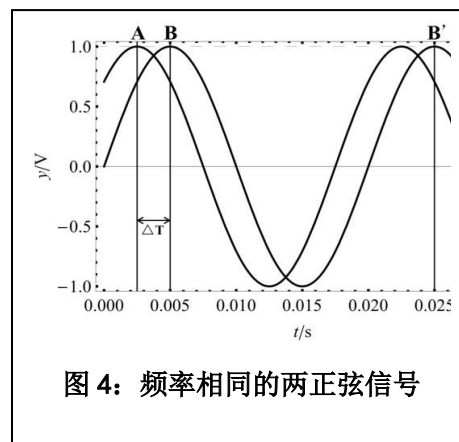

图 4：频率相同的两正弦信号
**实验原理：**两个频率相同周期为  $T$  的交流信号相位的差叫做相位差，或者叫做相差。示意图如图 4 所示。实验中通过测量两信号达到同一相位（比如图例的峰值点 A 和 B）的时间差  $\Delta T$ ，即可测得两信号的相位差  $\Delta\theta$ 。